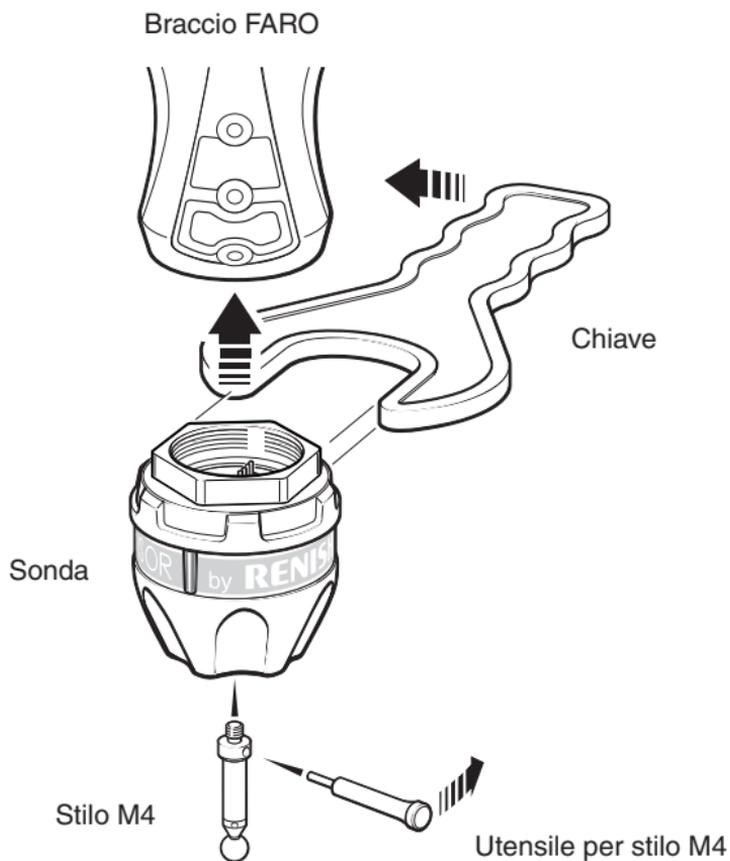

Figura 3 - Installazione di FARO SENSOR sul braccio
Per installare FARO SENSOR sul braccio, attenersi alla procedura descritta di seguito (vedere figura 3).
2. Posizionare la chiave (in dotazione) sul corpo della sonda, come mostrato nella figura 3.
Per installare uno stilo su FARO SENSOR, attenersi alla procedura descritta di seguito (vedere figura 3).